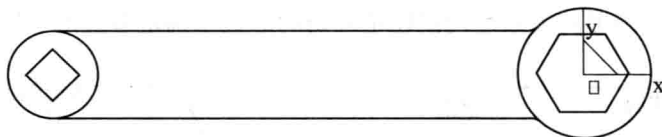

图 2-1-6 曲线过渡
(5)同样采用上述方法绘制另一条直线,如图 2-1-6 所示。